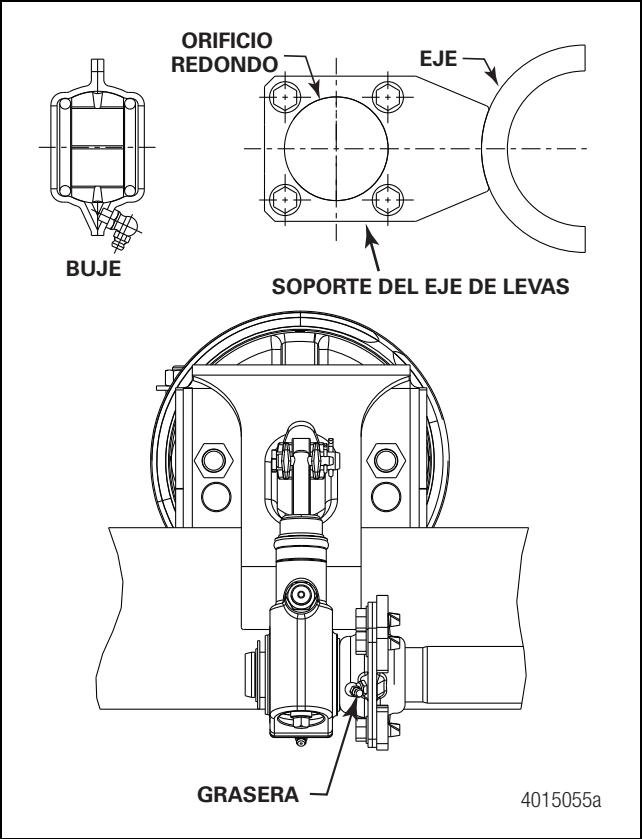

Figura 11.10
- Un diseño usado en el pasado consiste en un buje con una graser a 90 grados instalada sobre un soporte del eje de levas con un orificio redondo. Una vez armada, la graser se orienta hacia el ajustador de freno. Figura 11.10.